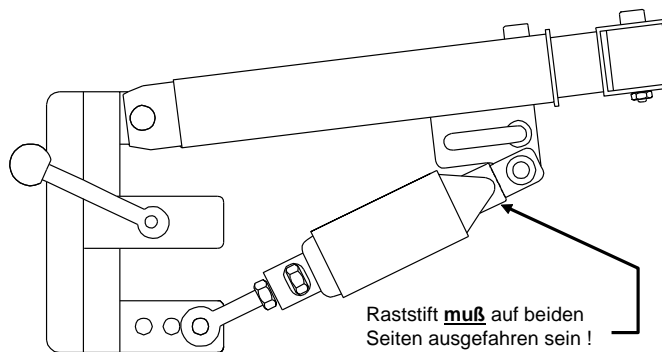

Abb.1
- Drücken sie jetzt den Lenker mit beiden Armen nach vorne, die Vorderräder des Rollstuhls heben sich vom Boden ab. Soweit drücken, bis die Automateinraster auf beiden Seiten einrasten. Raststift muss sichtbar sein(siehe Abb.1).